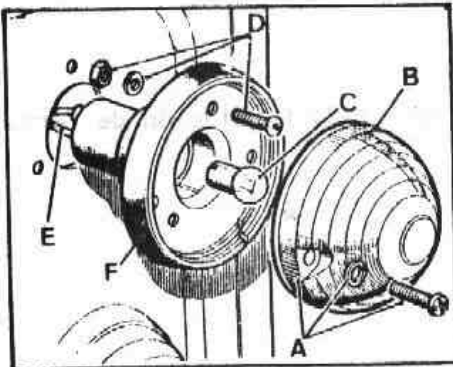

Fig. P-14 Pilotos delanteros
- 1.1. Empleando un destornillador del tipo Phillips, desmontar los tornillos, A (Fig. P-14) y extraer la pasta del piloto, B.
- 1.4. Retirar los elementos de fijación, D (Fig. P-14) de los portalámparas a la aleta.